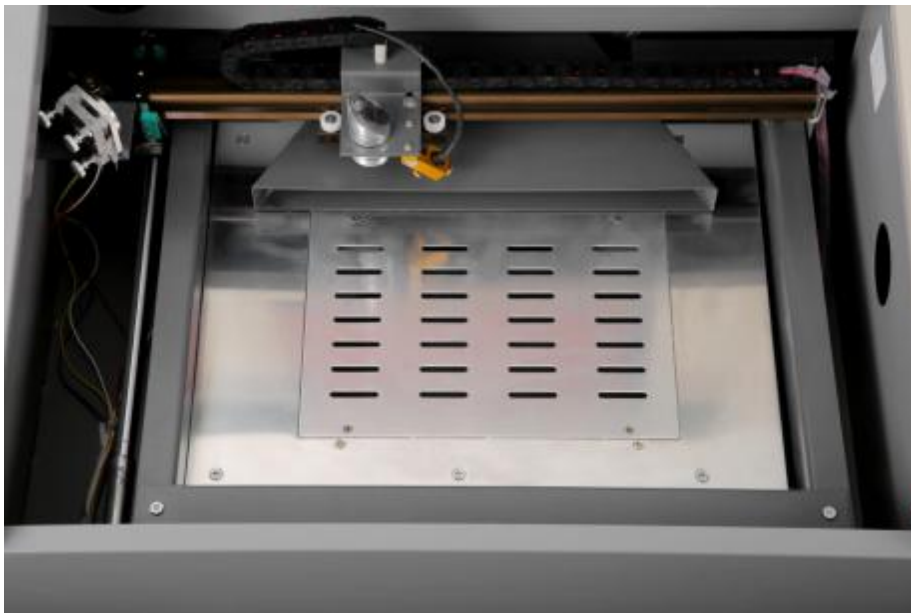

Bild 5-4 Der dritte Spiegel in Position 1
b. Bewegen Sie es langsam und vorsichtig entlang der Y-Achsen Führungsschiene, bis es sich in Position 1 (Bild 5-4) in der Nähe des zweiten Spiegels befindet.